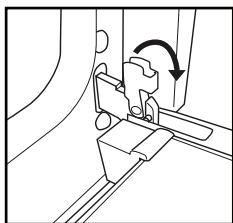

Fig. 1
2. Levante los pestillos y empujuelos al máximo hacia delante (Fig. 1).